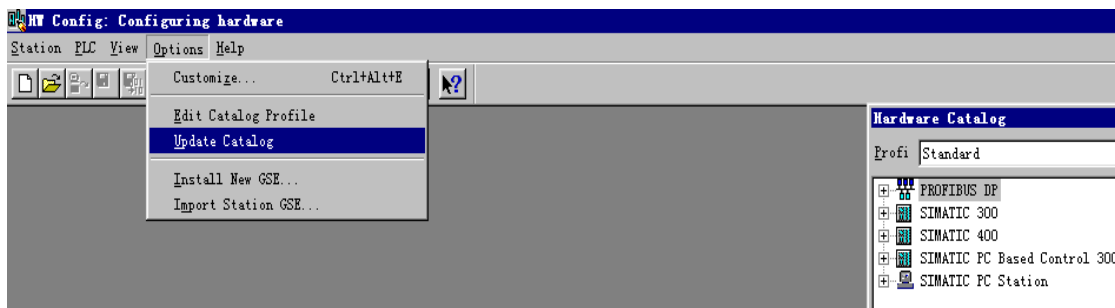

图 4-3 选择 Options → Update Catalog
- ② 在插入SIMATIC 300 Station配置后, 需要更新一下GSD文件。具体做法: 进入SIMATIC Manager → HARDWARE, 选择Options → Update Catalog。见下图4-3所示: